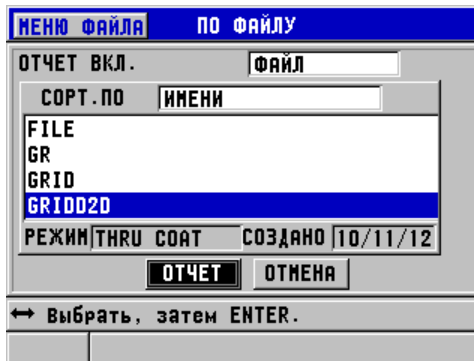

Рис. 6-39 Экран отчета СВОДКА ПО ФАЙЛУ
3. В окне **СВОДКА ПО ФАЙЛУ** (см. Рис. 6-39 на стр. 130):